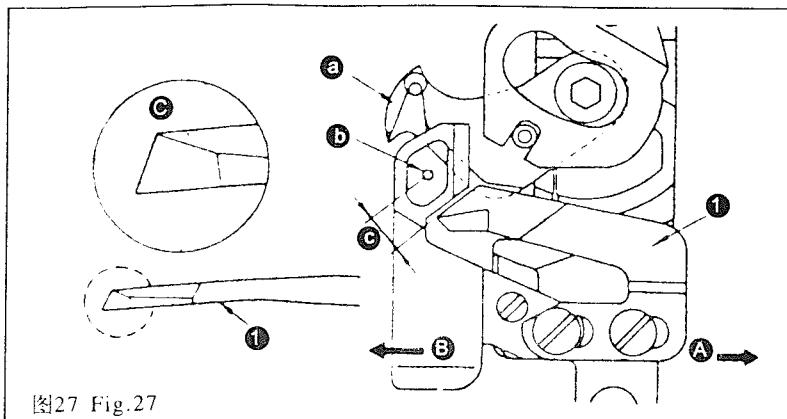

图27 Fig.27
21. 定刀装置(图27)
21. COUNTER KNIFE (Fig.27)